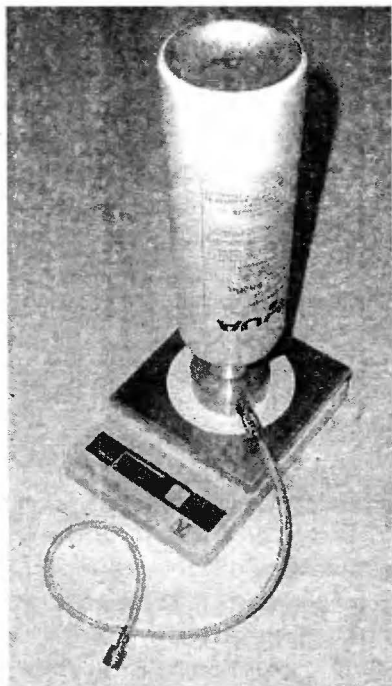

Рис. 2.2.13. Электронные весы и баллон с хладагентом R600a
- сервисный баллон с хладагентом R-600a (емкостью 0,4+0,2 кг). Весы и баллон показаны на рис. 2.2.13;